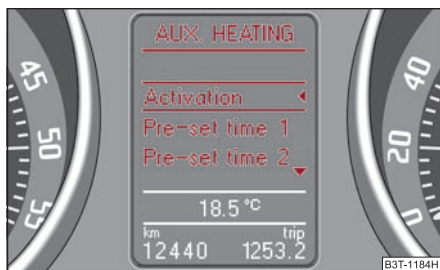

Fig. 130 Ecran d'informations: Aux. heating (chauffage d'appoint)
- Dans le menu **Aux. Heating (chauffage auxiliaire)** ⇒ fig. 130, choisissez le point de menu **Weekday (jour de la semaine)** et introduisez le jour.